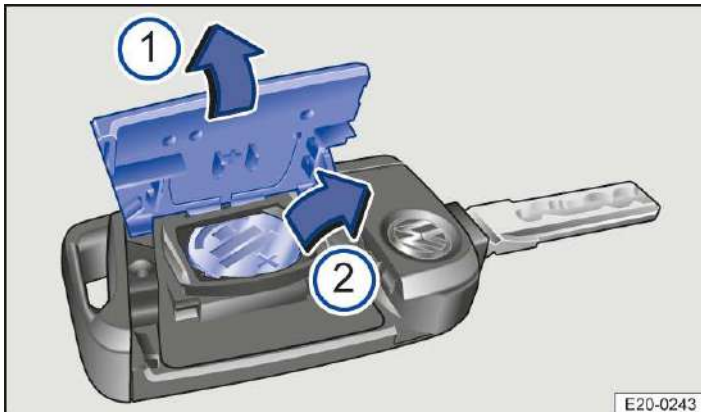

Abb. 1 Fahrzeugschlüssel: Knopfzelle wechseln.
2. Abdeckung nach oben öffnen → *Abb. 1* ①.
3. Knopfzelle aus dem Fach nehmen ②.